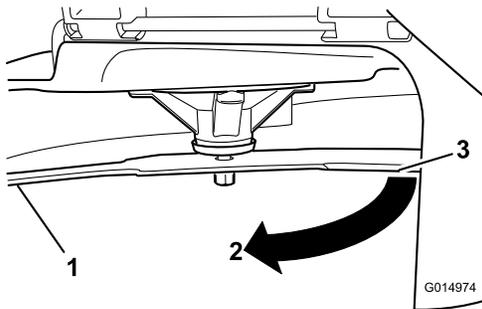

Bild 104
3. Zweiter zwischen Messer und Oberfläche (B) gemessener Abstand
4. Drehen Sie dasselbe Messer um 180 Grad, sodass die andere Schnittkante jetzt in derselben Stellung ist (Bild 104).